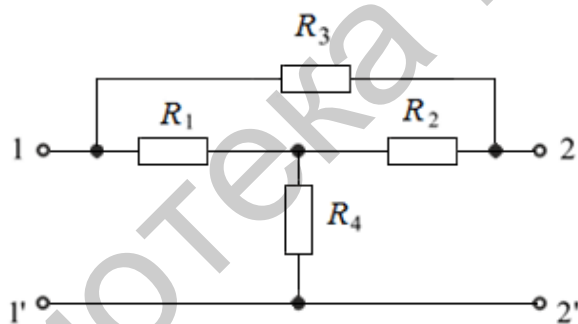

Рис. 73
6. Для цепи (рис. 73) определить эквивалентное входное сопротивление между зажимами 1 и 1' при холостом ходе $R_{x,x}$ (зажимы 2–2' замкнуты). Сопротивление резисторов: $R_1 = 160 \text{ Ом}$, $R_2 = 40 \text{ Ом}$, $R_3 = 120 \text{ Ом}$, $R_4 = 40 \text{ Ом}$.